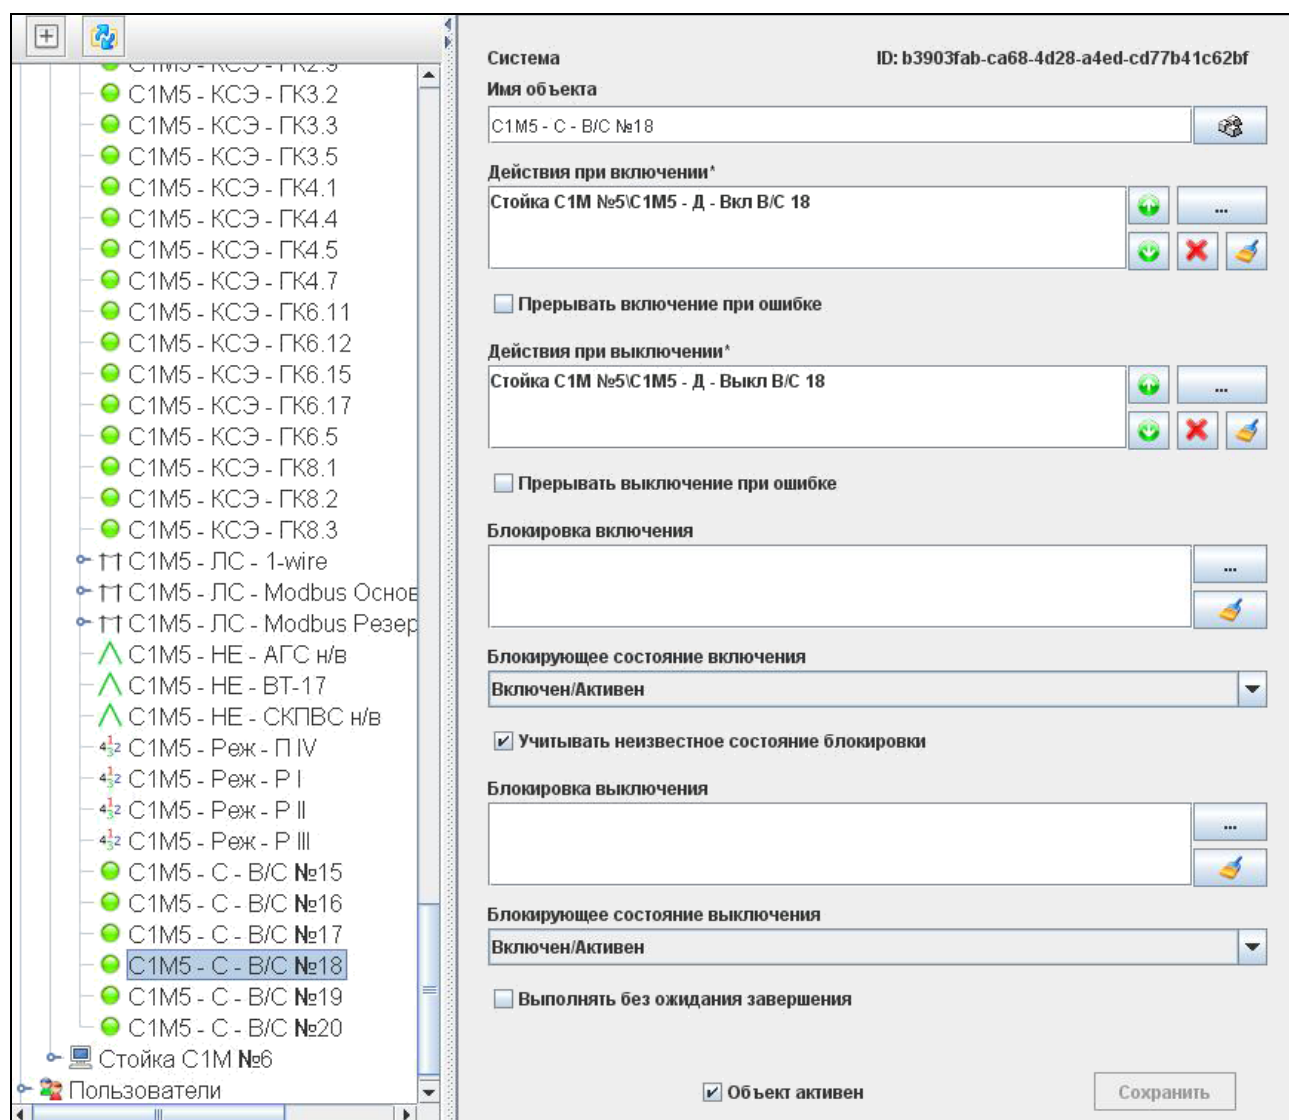

Рисунок 40 — Система
3.10.12.1. Представляет собой набор действий для включения системы и набор действий для выключения системы (например, вентиляционной системы). При включении/выключении системы производится выполнение соответствующего набора действий (рис. 40).